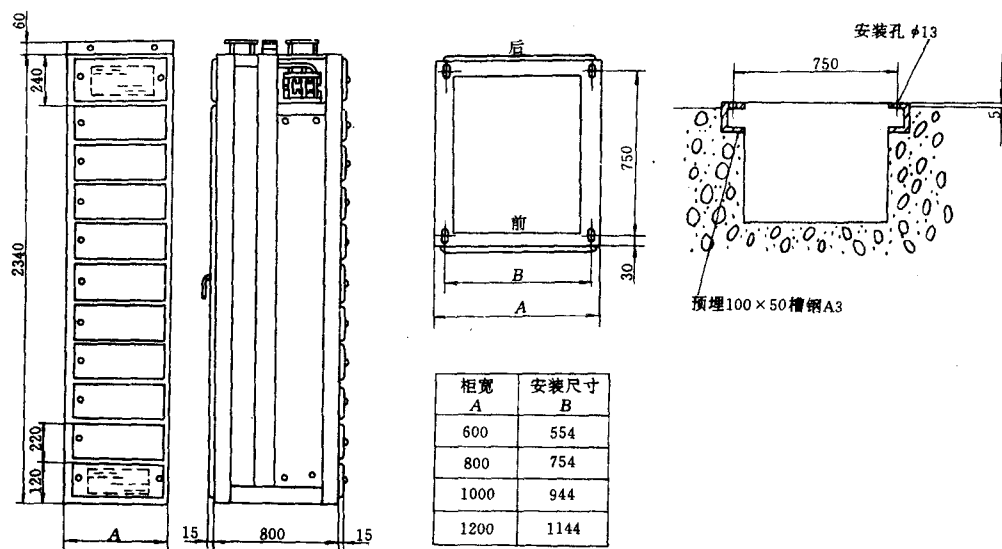

图 5-5-1 BFC—20A 型抽出式低压开关柜的外形及安装尺寸 (mm)
- (1) 柜体由骨架 (焊接)、侧板、顶盖、中间隔板、后门及元件安装板等用螺钉装配而成。
- (2) 柜体分前后两大部分, 前部为电器区, 后部为母线及进出线电缆区, 中间有隔板间隔, 保证使用安全。
- (3) 柜体外型尺寸及安装尺寸见表 5-5-1~表 5-5-2 及图 5-5-1。